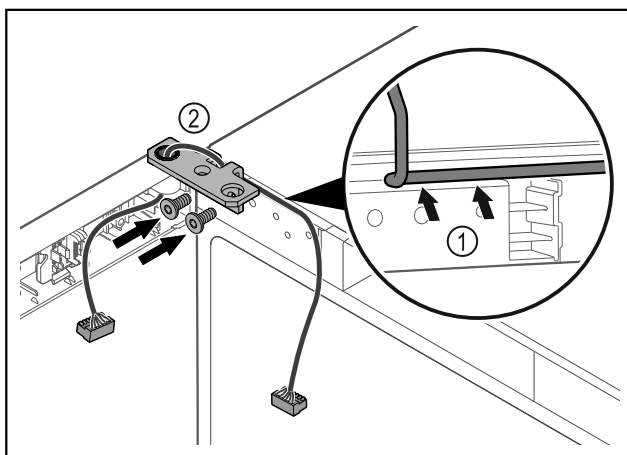

Fig. 40
- ▶ Ved'te kabel skrz vybrání úhelníku závěsu a opatrně jej položte Fig. 40 (1).
- ▶ Našroubujte úhelník závěsu Fig. 40 (2).